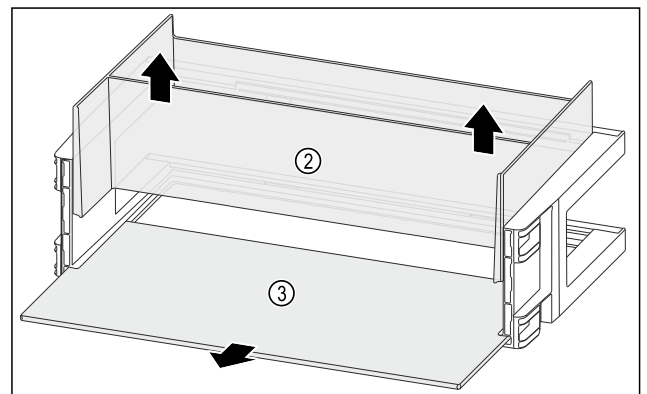

Fig. 93
- Organizer Fig. 93 (2) nach oben entnehmen.
- Abstellfläche Fig. 93 (3) entnehmen.